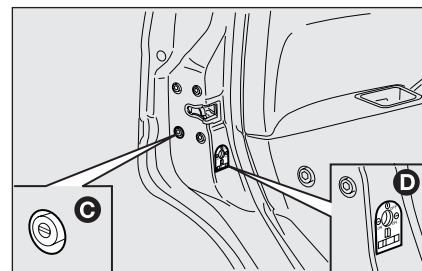

fig. 17
- ☐ inserción del dispositivo de seguridad puertas **C-fig. 17** cuando la instalación eléctrica no funciona (por ej. con batería descargada);
- ☐ inserción dispositivo de seguridad para niños **D-fig. 17** en las puertas posteriores.
La desactivación del dispositivo de seguridad para niños A-fig. 17 está garantizada solamente si la cerradura es girada y se dispara en la posición vertical (2).